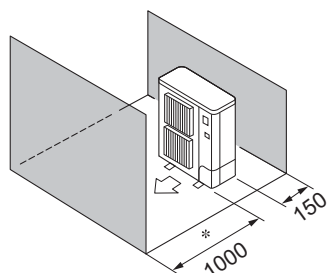

Fig. 3-9
- ⑤ Kun forhindringer foran og bagved (Fig. 3-9)